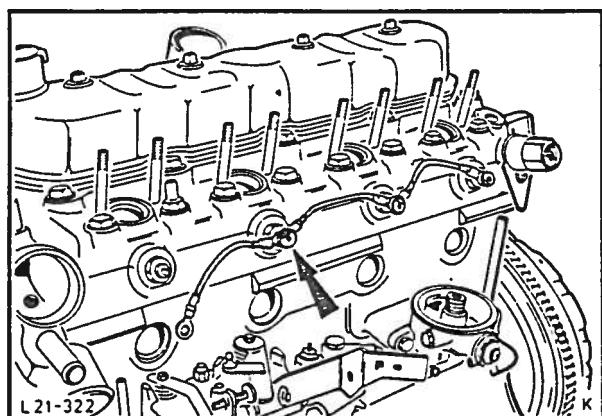

Fig. 41 Demontering av glodeplugger.
8. Demonter glodepluggenes beskyttelseslokk, skru av de riflede mutterne (4) og kople ledningene av fra glodepluggene, fig. 41. Demonter glodepluggene.